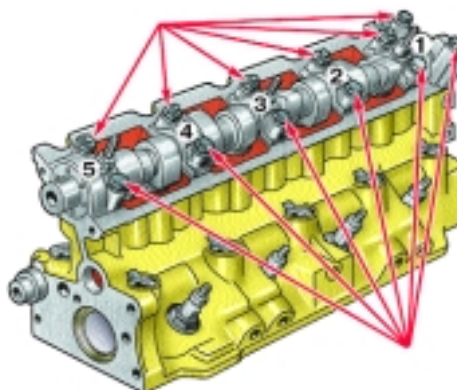
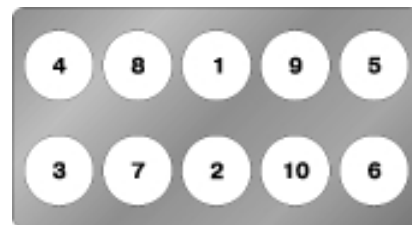

Рис. 2-17. Крепление крышек подшипников распределительного вала двигателя F3R 272
Рис. 2-18. Порядок отворачивания и затягивания болтов и гаек крепления крышек подшипников распределительного вала двигателя F3R 272
10. Отвернуть 12 гаек и болтов крепления крышек подшипников распределительного вала (показаны стрелками на рис. 2-17) и снять крышки. Отворачивать гайки по $\frac{1}{4}$ оборота в последовательности, показанной на рис. 2-18.